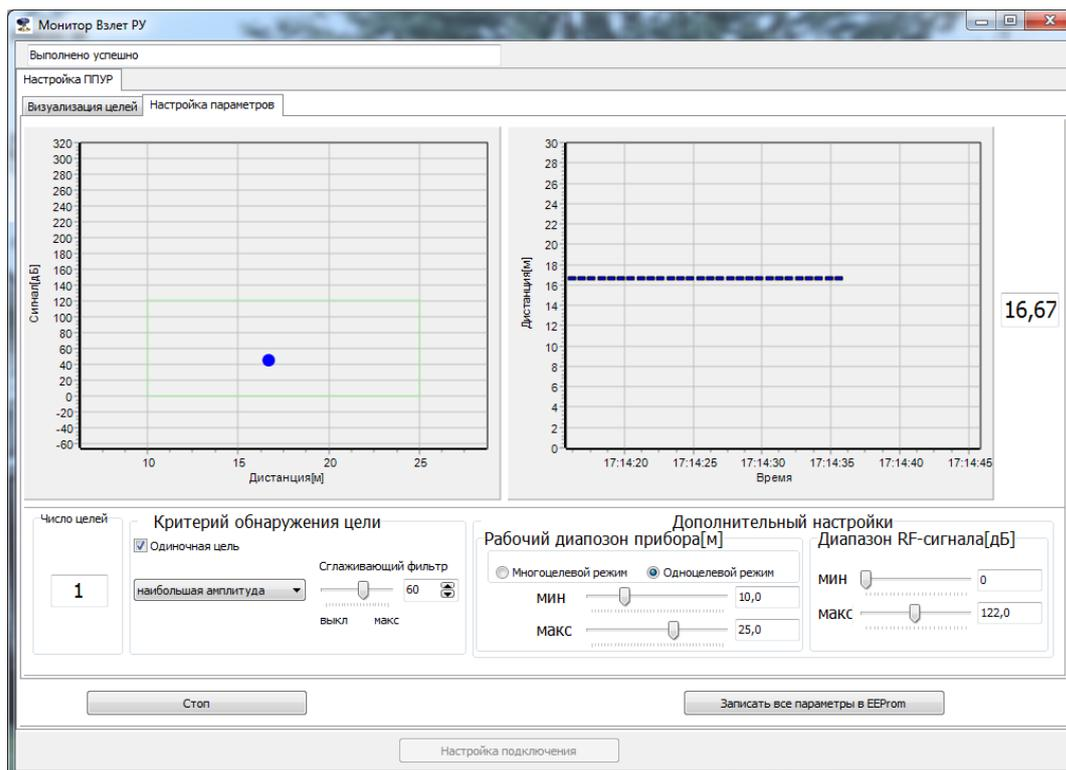

Рис.26. Окно «Настройка параметров».
5.7.5. Переход к настройке ППУР производится щелчком «мышки» по вкладке «**Настройка параметров**» в командной строке. Открывается окно, приведенное на рис.26: